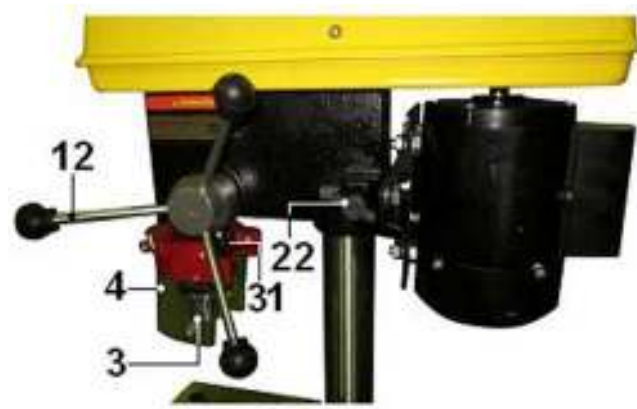

Рис. 4
- трещины металлоконструкции шпиндельной головки (17), Рис. 4;
Регулировка (ограничение) глубины сверления производится винтом (31), Рис.4.